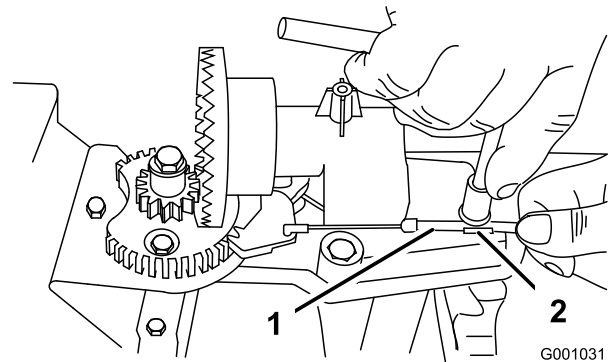
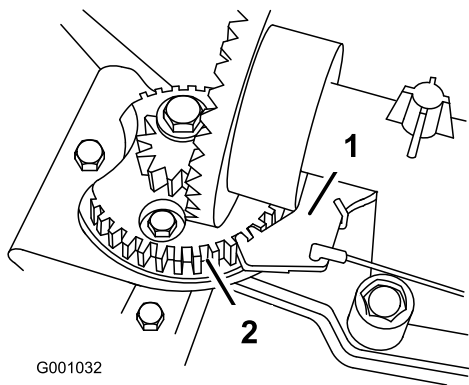

Bild 51
Bild 52
2. Lösen Sie die Schraube an der Kabelklemme (Bild 51).
3. Fassen Sie den Kabelstrang an und schieben Sie ihn nach vorne an der Maschine, bis der Auswurfkanalriegel ganz in die Zahnräder des Getriebes greift (Bild 51 und Bild 52).
Hinweis: Der Riegel ist gefedert und ist so konstruiert, dass er in die Zahnräder des Getriebes greift (Bild 52).